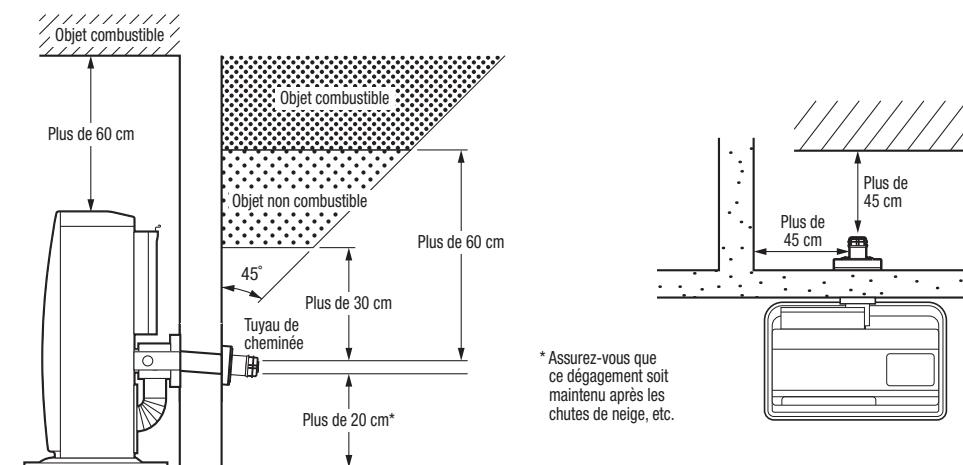

Fig. 2
2. Assurez-vous que la zone d'évacuation de la conduite vers l'extérieur est dégagée de tout objet pouvant être atteint par la chaleur des gaz évacués. (Voir Fig. 2 et 3.) Le tube d'évacuation (comme en Fig. 2), est prévu pour traverser un mur d'une épaisseur de 130 mm à 320 mm.